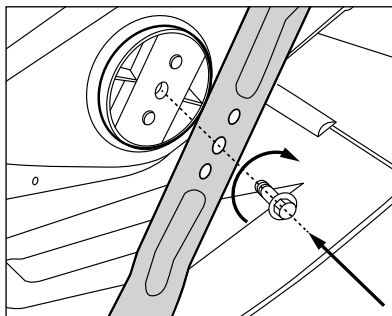

Рис. 10
5. Закрепите новый нож болтом, подложив под него шайбу. Необходимо обратить внимание на то, чтобы нож был правильно ориентирован (рис. 10).